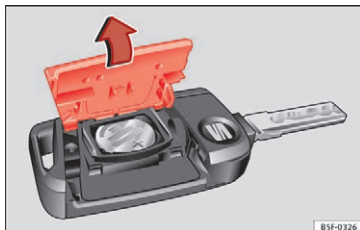

Fig. 135 Bilnøgle: åbning af afdækning til batterirum
- Tag afdækningen på bagsiden af bilnøglen » Fig. 135 af i pilens retning » ①.
- Sæt afdækningen på som vist på billedet » Fig. 135, og tryk den modsat pilens retning på bilnøglenhuset, indtil den går i hak. »